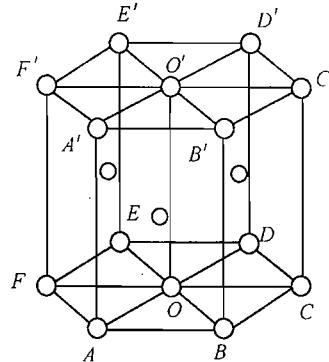

图 19-1 第二题第 1 小题图
1. (10 分) 标出图 19-1 所示 HCP 晶胞中晶面  $ABCDEF$  面、 $ABO'$  面的晶面指数， $OC$  方向、 $OC'$  方向的晶向指数。这些晶面与晶向中，哪些可构成滑移系？指出最容易产生滑移的滑移系。